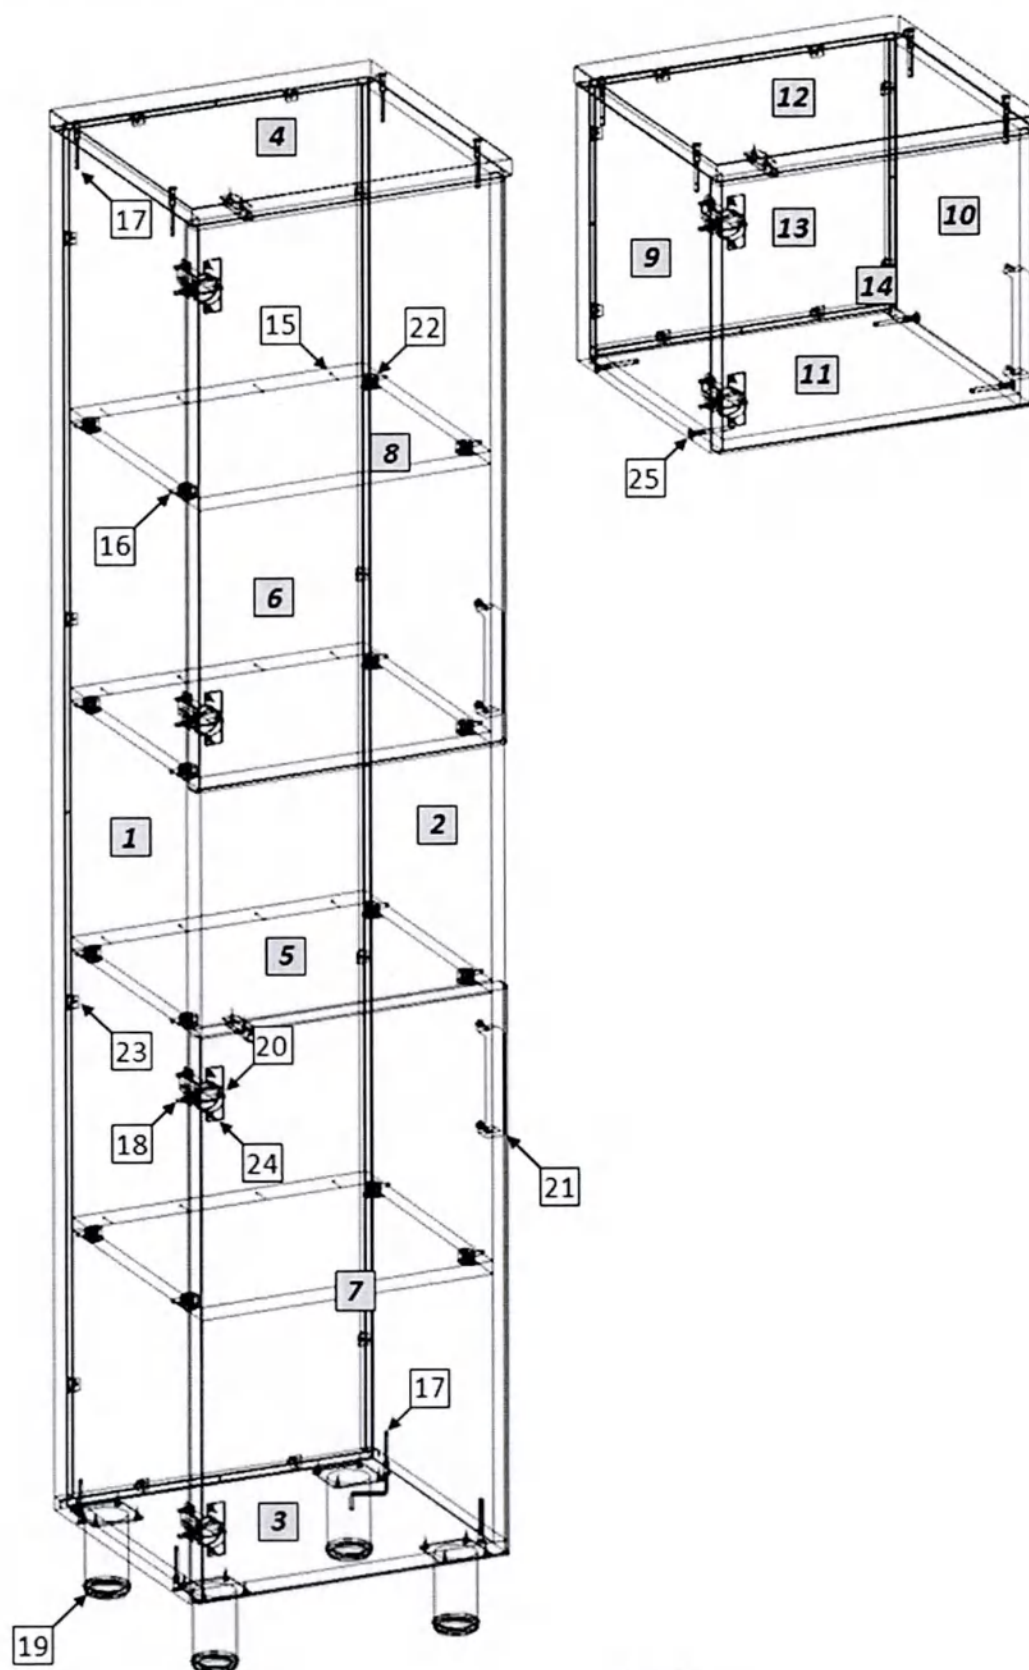

Рис. 1
1. Внимательно ознакомьтесь со схемой сборки, изображённой на рис. 1, сверяясь со спецификацией на изделие. Согласно схеме и спецификации определите расположение деталей в изделии и порядок их сборки. Сборка производится на ровном полу, укрытом материалом, предотвращающим повреждение покрытия пола и деталей мебели. Подготовьте необходимые для сборки инструменты – плоскую и крестовую отвёртки, молоток, рулетку или линейку.
2. На боковых стенках (1,2) установите ввинчиваемые дюбели эксцентриковых стяжек (10). Установите монтажные планки петель (12). На горизонтальных стенках (5) установите эксцентриковые стяжки (16). Евровинтами (11) соедините боковые стенки (1,2) с горизонтальной нижней стенкой (3) и крышкой (4), установив в пазы заднюю стенку (6). Закрепите заднюю стенку в пазах уголками (17). Установите и закрепите горизонтальные стенки (5), гвоздями (9) зафиксируйте к ним заднюю стенку. На горизонтальной нижней стенке (3) шурупами (18) закрепите опоры (13).
3. На дверях (7,8) шурупами 4x16 (18) закрепите петли (14), установите ручки (15). Закрепите двери к боковой стенке шкафа. Отрегулируйте положение дверей винтами петель.